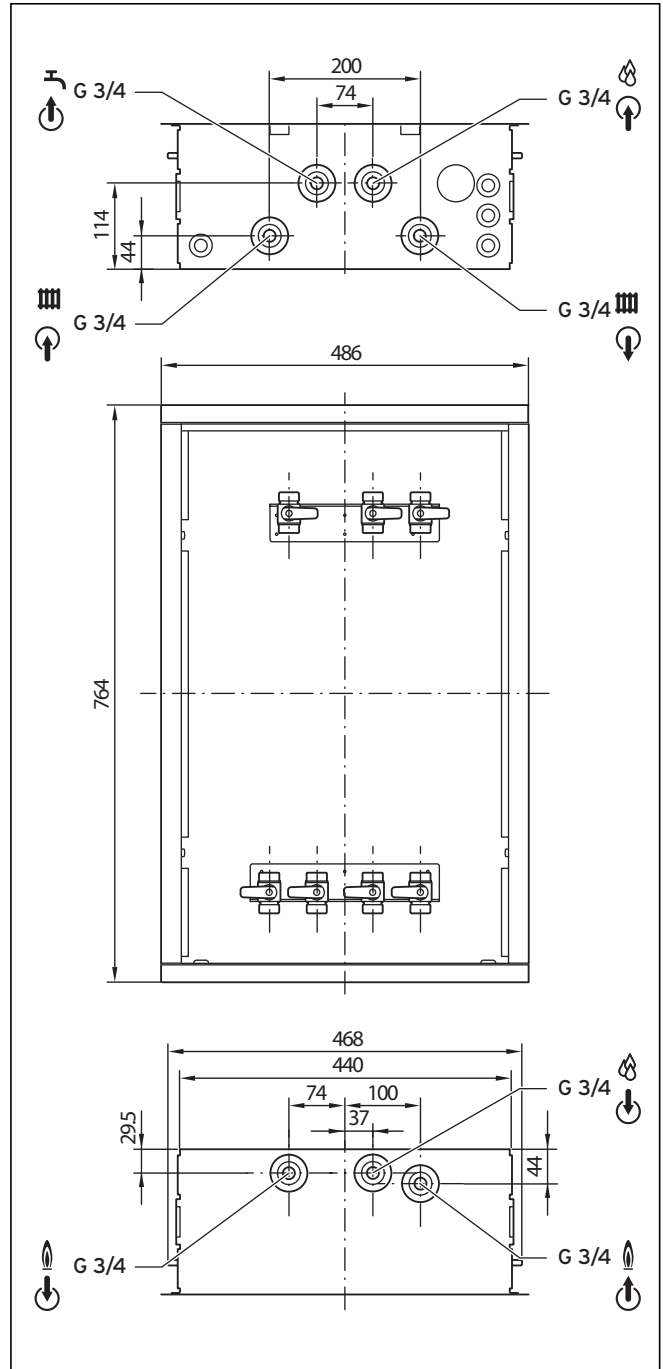

Abb. 4.4 Anschlussmaße in mm uniSAT VSW 15-35 I
- Erstellen Sie eine Maueröffnung entsprechend den angegebenen Maßen (Abb. 4.4)
- Bohren Sie in die Seiten der Öffnung Löcher für die Befestigungsschrauben entsprechend den angegebenen Maßen (Abb. 4.4)
- Klappen Sie die Befestigungslaschen (1) der Geräte-Verkleidungstür aus.